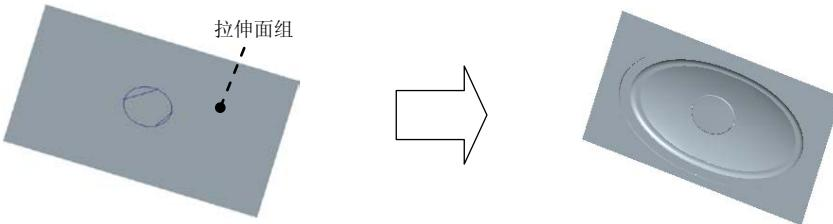

图 21.34 合并面组
Step7. 将 Step5 所合并的面组与拉伸面组进行合并，如图 21.34 所示。